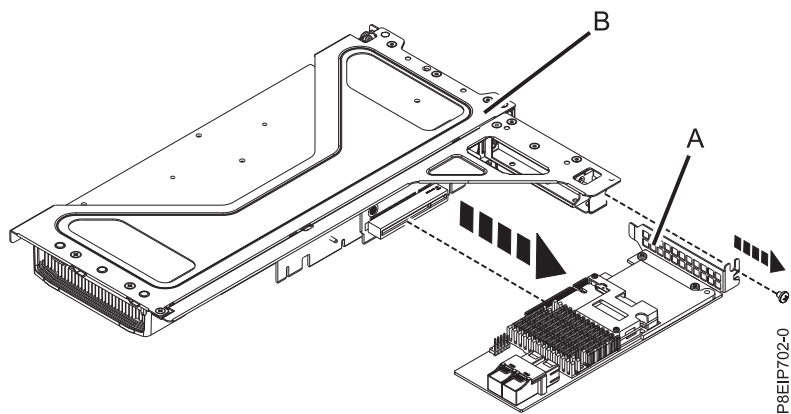

図 36. ライザーの位置 3 からの PCIe アダプターの取り外し
- 6. 取り替えるアダプターをライザーから取り外します (図 36 を参照)。